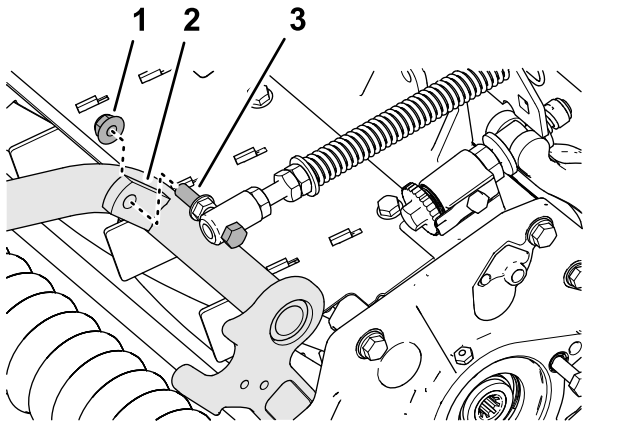

Figura 10
4. Monte o parafuso de fixação da mola de compensação da relva na aba direita da estrutura da carroçaria (Figura 10) com a porca de bloqueio flangeada (3/8 pol.).